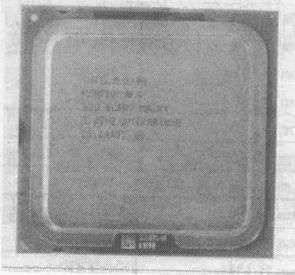

图 1-2 双核 Pentium D 微处理器
- **双核 CPU** 目前 Intel 公司的双核 CPU 主要有 Pentium D、Core 等型号,其中 Pentium D 是 Intel 出品的第一款双核 CPU,包括 820、830 和 840 等型号,如图 1-2 所示。它的实际工作频率为 2.80~